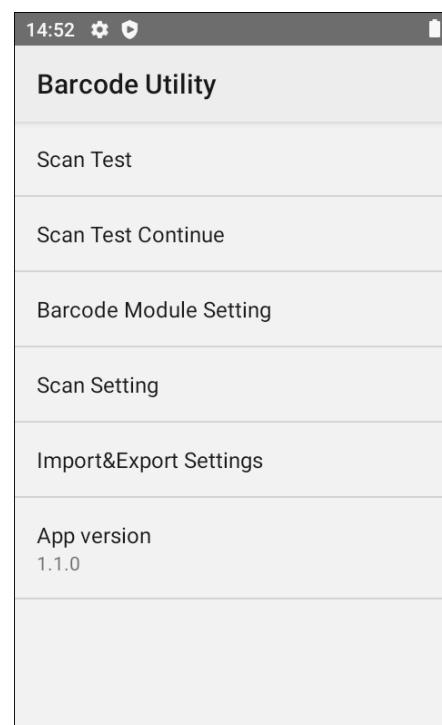

Рисунок 24. Основное меню утилиты **Barcode Utility**
- 4** Далее выполнить настройку модуля сканирования (рисунок 24).
В процессе настройки модуля сканирования можно выполнить (рисунок 24):